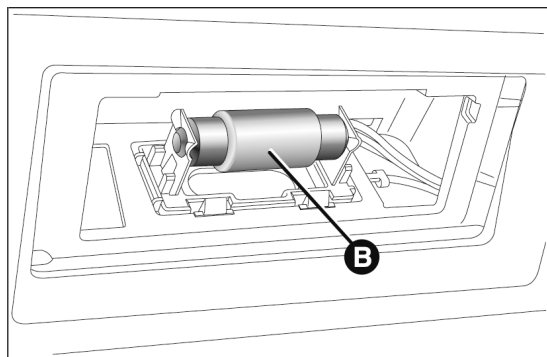

fig. 191
- remplacer l'ampoule B fig. 191, en la séparant des contacts latéraux ;